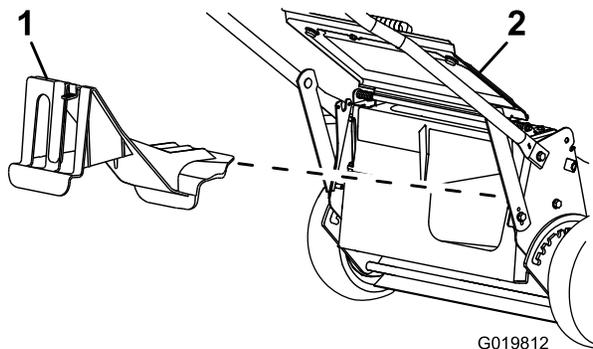

Figura 18
- Si el tapón de descarga trasero no está instalado, sujételo por el asa, eleve el deflector trasero e introdúzcalo en el conducto de descarga trasera hasta que el enganche encaje en su sitio; consulte Figura 18.
2. Retire el tapón de descarga trasero presionando hacia abajo sobre el enganche con el dedo pulgar y extrayendo del tapón de la máquina (Figura 18).